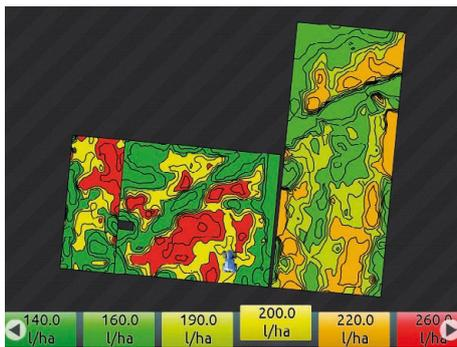

Fig. 129
- Procédez au traitement : le moniteur se chargera d'appliquer, selon la position détectée par le récepteur GPS, la donnée de dosage appropriée à la surface que vous êtes en train de traiter (Fig. 129).